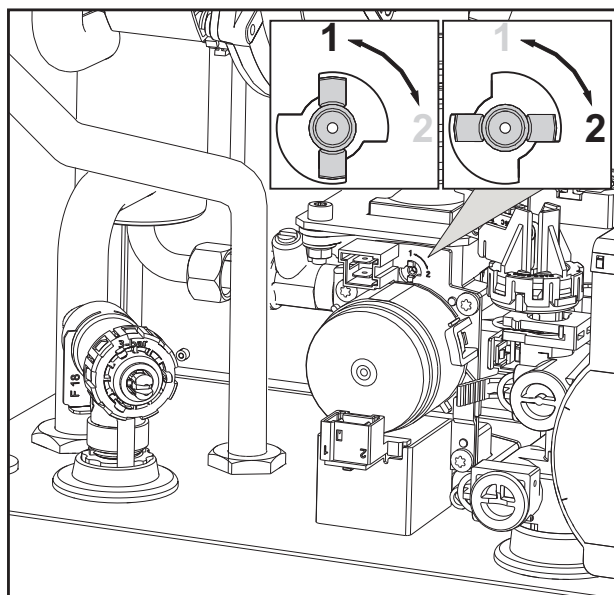

fig. 31
3. Rotiți Throttle (fig. 31) în funcție de poziția indicată în tabel 9.